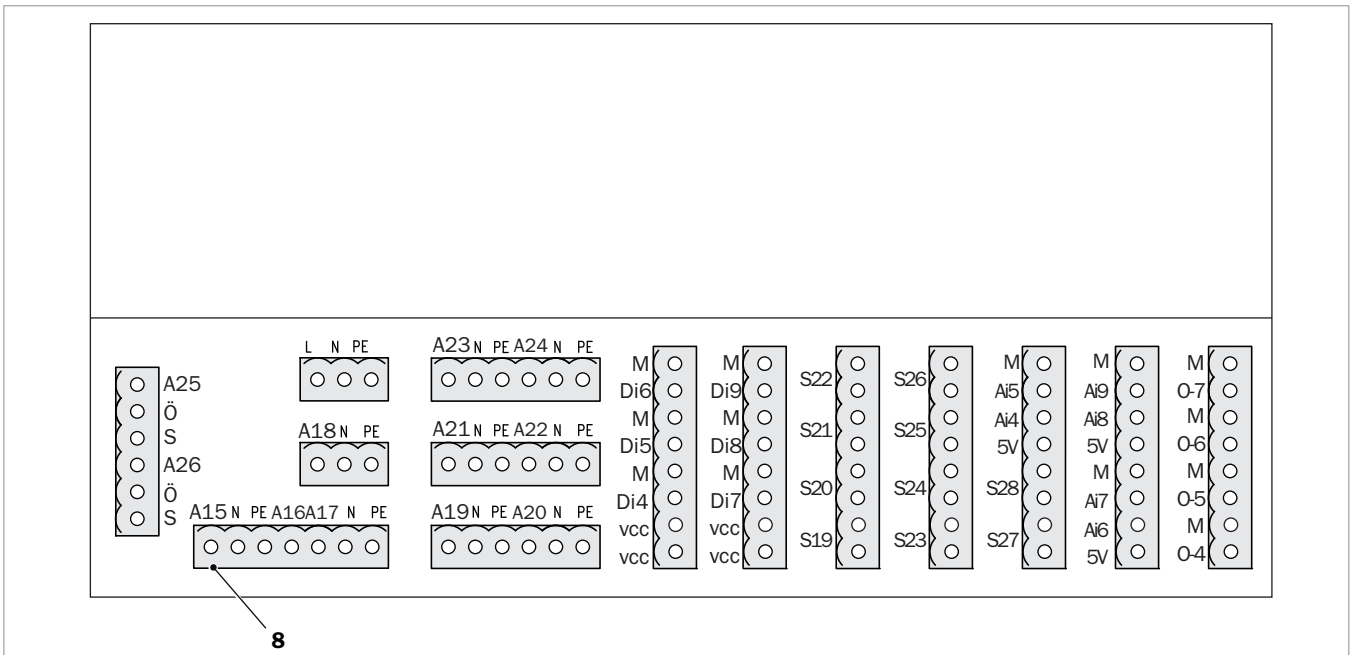

Fig. 15: Centralina aggiuntiva
3. Estrarre il connettore della pompa (2 - 7) dal gruppo di rete così come il connettore (8) dalla centralina aggiuntiva (→ Fig. 15) e collegarli con i connettori (2 - 8) del fascio di cavi di emergenza.